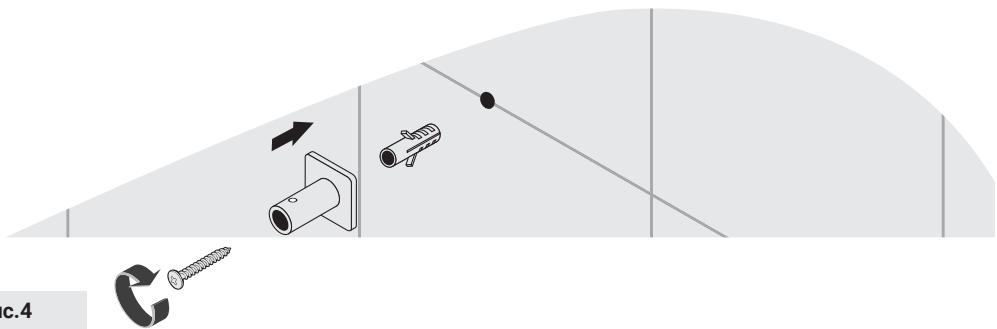

Рис.4
5.6. Смонтируйте на стену опору с помощью дюбеля и самореза из комплекта (рис. 4).